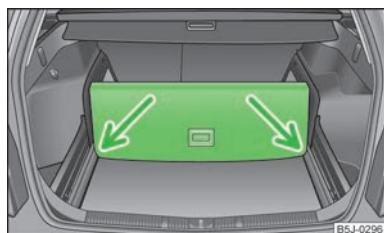

Fig. 50
- Levantar la parte con fijación y asegurarla introduciéndola en las ranuras que vienen marcadas por medio de flechas »fig. 50.